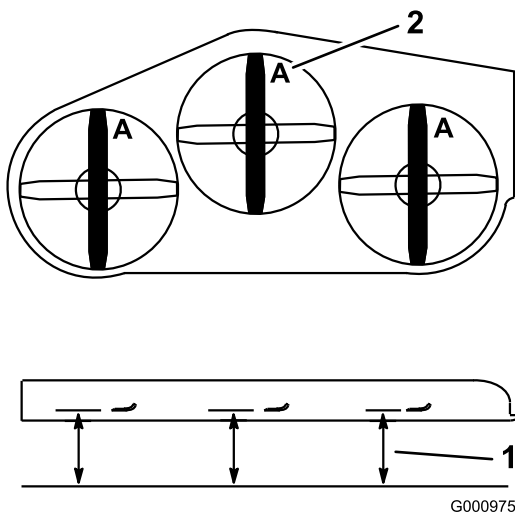

Figure 67
3. Tournez les lames dans le sens longitudinal (Figure 67). Mesurez la distance entre la surface plane et le tranchant (position **A**) des lames (Figure 67). Notez cette valeur.